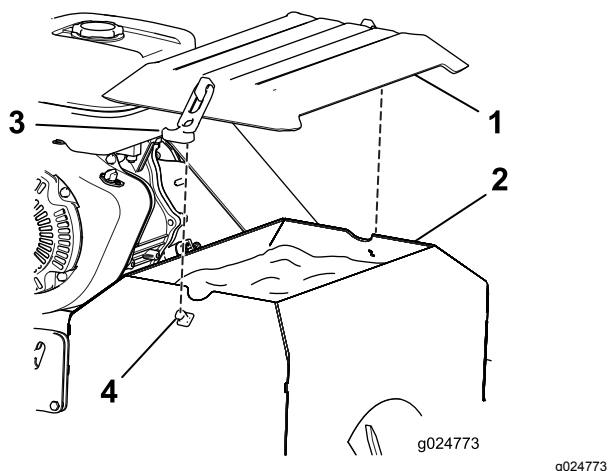

Figure 11
- Pour monter le couvercle de la trémie (Figure 11), placez-le sur la trémie et fixez-le aux ergots de fixation de chaque côté à l'aide des attaches en caoutchouc.